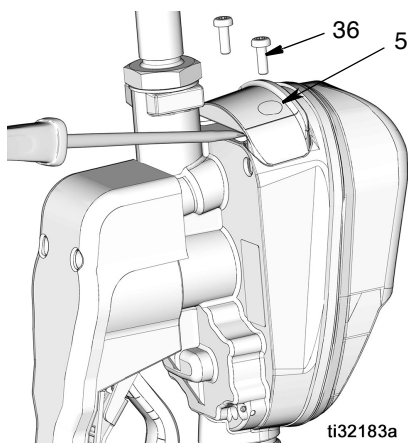

图 75
1. 从电池盒盖 (5) 上取下螺丝 (36)。
2. 使用小的平头螺丝刀将盖从盖底部的计量分配阀机体（位于图 75 所示的扩展配件旁边）轻轻撬起。